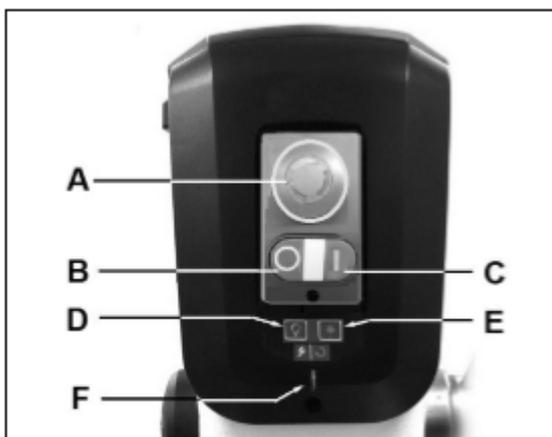

Рис. 16
Запуск станка осуществляется с помощью зеленой кнопки ВКЛ. (ON) (С, Рис. 16).